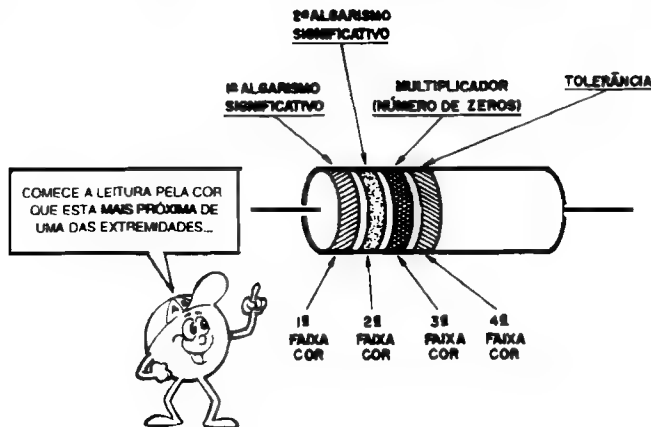

Fig. 2
- **FIG. 2** - Nos resistores pequenos, o valor e a tolerância são indicados pelas faixas coloridas (ver a interpretação do código...).
A fig. 2 mostra (bem "ampliada", para facilitar as coisas...) o corpo de um resistor, com o seu código (pena que ABC não seja a cores...) gravado em faixas ou anéis, que devem ser lidos ou interpretados **sempre** a partir da cor **mais próxima** a uma das extremidades do componente. A "leitura" deve ser feita da seguinte maneira: